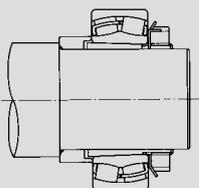

Рис. 6.7 Вид в собранном состоянии
а) Способ стопорной гайки (Рис. 6.7~Рис. 6.10)
3. Если для вала с буртиком (Рис. 6.7 и Рис. 6.8) необходимо дистанционное кольцо, установите его.